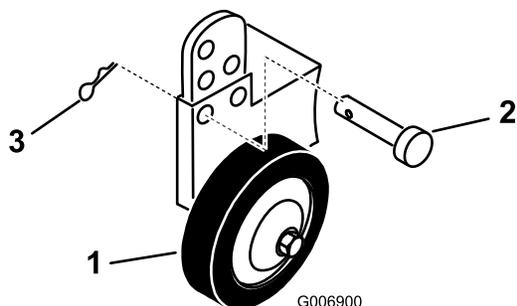

Figura 8
A. Retire el pasador y la chaveta para cambiar de taladro (Figura 8).
B. Seleccione una posición de taladro en la cual la rueda niveladora esté separada del suelo como mínimo 10 mm para la altura de corte a utilizar (Figura 8).